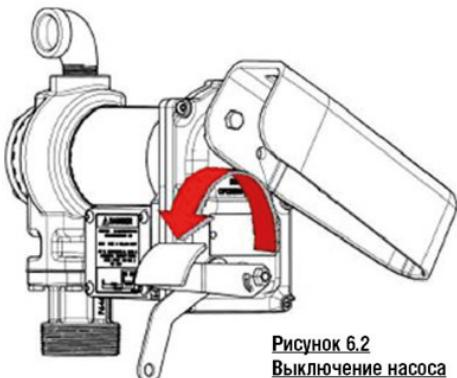

Рисунок 6.2
6. Переведите рычаг переключения в положение «ВЫКЛ» (OFF) (рис. 6.2), чтобы выключить насос.